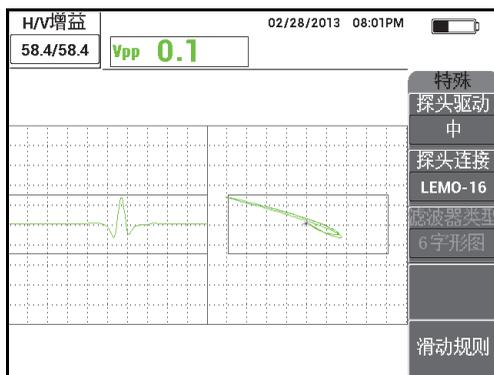

图 5-66 调节增益
- 按增益键 (**dB**)，然后降低水平增益，直到凹槽信号处于第一个水平分区之内（水平方向 10% 的位置）（参见第 163 页的图 5-66）。